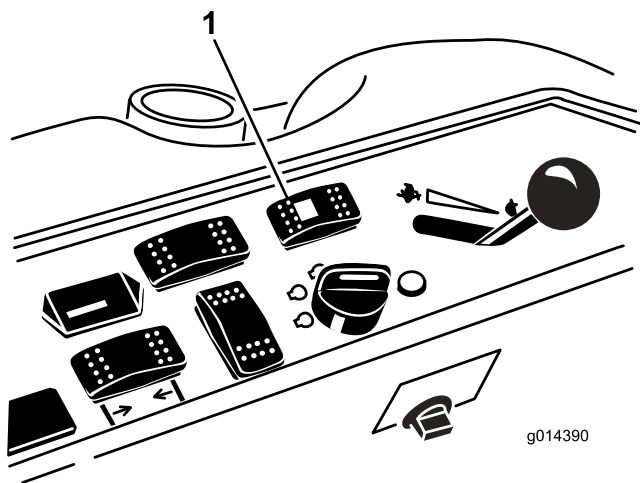

Figura 44
1. Pressione o interruptor do selector de tracção (tracção às quatro rodas) para a posição traseira (Figura 44).